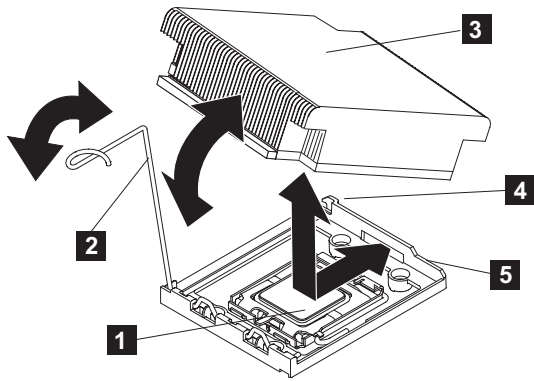

図 262. SAN ポリューム・コントローラー 2145-CG8 または 2145-CF8 マイクロプロセッサへのヒートシンクの取り付け
8. 308 ページの図 262 に示すように、マイクロプロセッサの上部でヒートシンクを位置合わせします。